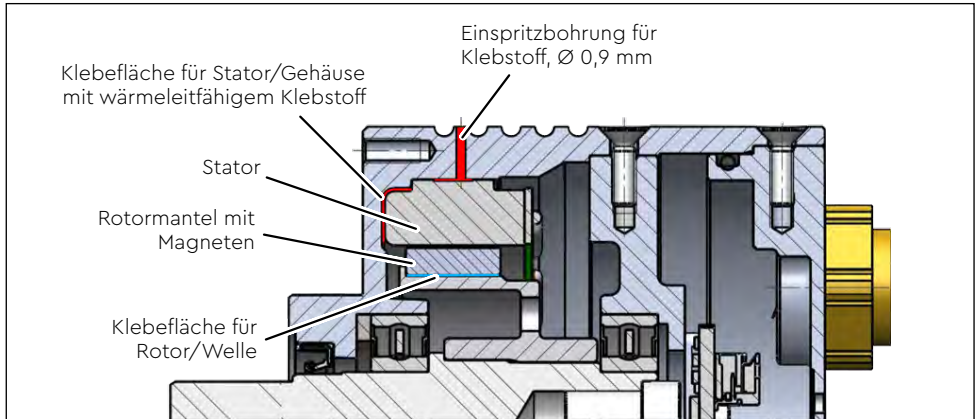

Abb. 11: Klebeflächen an Stator und Rotor
- ▶ Reinigen und entfetten Sie die Klebeflächen (siehe Abb. 11 auf Seite 21) gemäß den Anweisungen des Klebstoffherstellers.